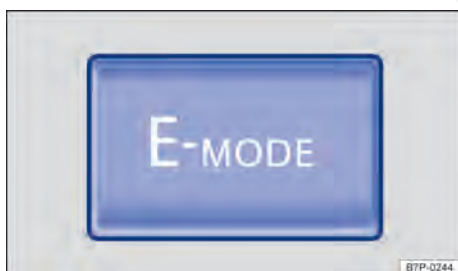

Fig. 179 Na parte inferior do console central: botão da condução elétrica ampliada.
<ul style="list-style-type: none"> – Ativação moderada do Botão E-MODE ⇒ Fig. 179. 	O rápido descarregamento da bateria de alta tensão com o botão E-MODE ativado pode elevar o consumo de combustível, já que, neste caso, dá-se preferência à condução elétrica mesmo que o funcionamento fosse mais eficiente com o motor de combustão interna ligado.
O acionamento do botão **[E-MODE]** ⇒ Fig. 179 possibilita ao condutor ampliar os limites usuais da condução elétrica e conduzir sempre eletricamente, se o estado do sistema elétrico assim o permitir. O modo operacional é, então, comutado para condução elétrica máxima.
- O botão **[E-MODE]** foi pressionado pela segunda vez ⇒ Fig. 179.